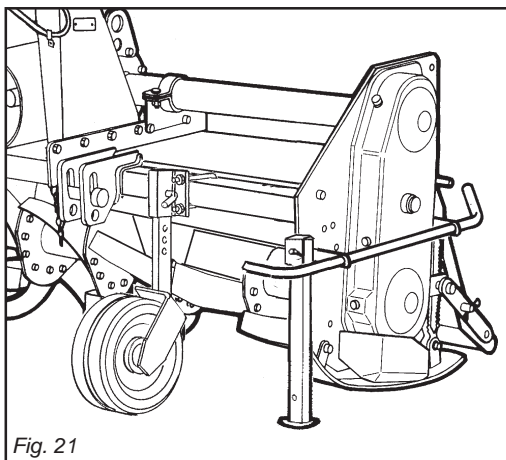

Fig. 21
**Macchine con ruote anteriori:** la regolazione si può effettuare anche con due ruote poste anteriormente alla macchina (Fig. 21).
**Machine with front wheels:** depth regulations can also be done with the two front wheels (Fig. 21).
**Maschine mit vorderen Laufrädern:** Die Einstellung kann auch mit zwei Rädern erhalten werden, die vor der Maschine angeordnet sind (Abb. 21). Diese Räder werden in der Regel auf der Spurweite der Schlepperräder angeordnet, damit sie keine eigene Furche entstehen lassen. Die Einstellung wird durch eine Reihe von Bohrungen möglich, die im beweglichen Teil des senkrechten Trägers vorhanden sind.
**Machines avec roues avant:** le réglage est aussi possible avec les deux roues placées à l'avant de la machine (Fig. 21). Elles doivent être placées sur la même voie que les roues du tracteur pour éviter le sillon. Le réglage est réalisé à travers une série de trous présents sur la partie mobile du montant vertical.
**Máquinas con ruedas delanteras:** la regulación puede efectuarse también con dos ruedas situadas en la parte anterior de la máquina (Fig. 21).